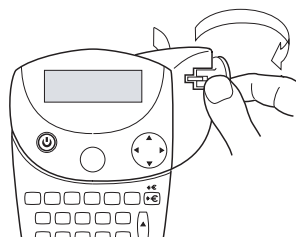

Figure 7
- Coupez l'étiquette en utilisant votre pouce pour lever le système de découpe et tirez-le à l'arrière de l'imprimante. Voir Figure 7.